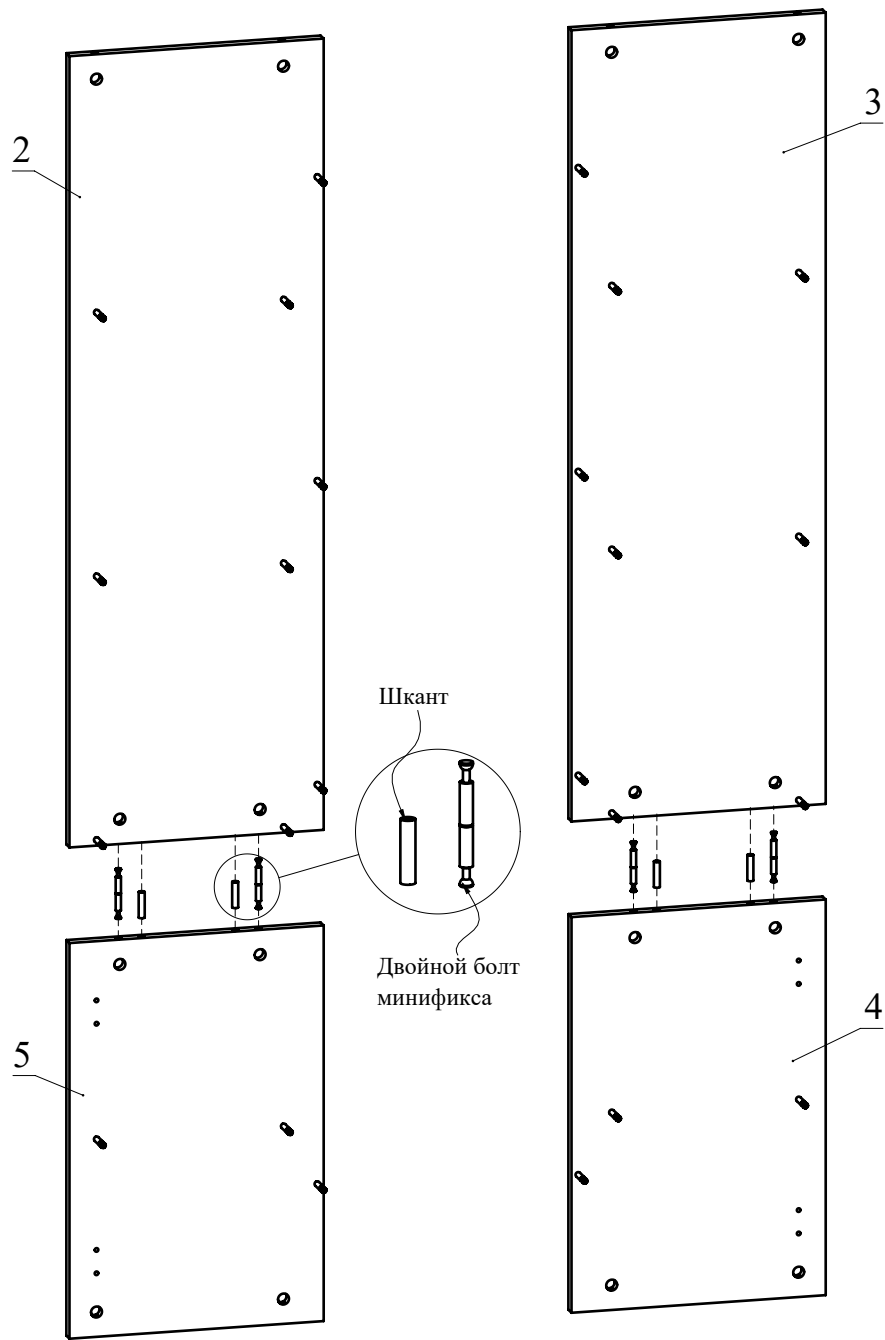

Рис.3
3. Соедините две сборки согласно схемы (Рис. 3). В качестве креплений используйте шкант и двойной болт минификса. Затяните головки минификсов конфирматным ключом по часовой стрелке до упора.